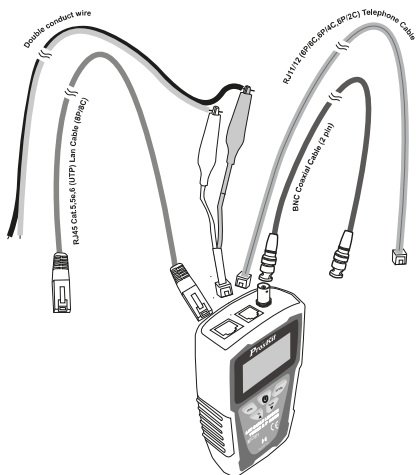

Figura 6 Calibrar y medir la longitud de los cables
2. Conecte el TESH7071 y el cable estándar como se muestra en la figura 6.
3. Conecte el TSM7071 y el cable estándar como se muestra en la figura 6.